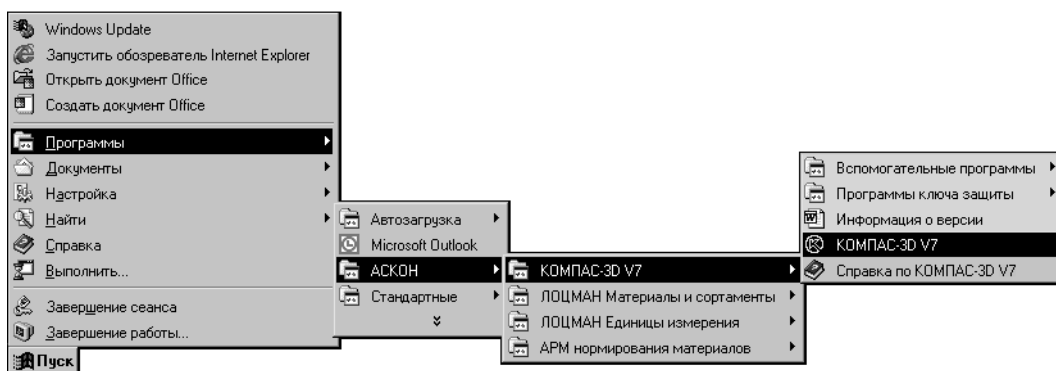

Рис. 1.1. Запуск системы КОМПАС-3D V7
1. Нажмите кнопку **Пуск**, которая расположена в левом нижнем углу экрана (рис. 1.1).